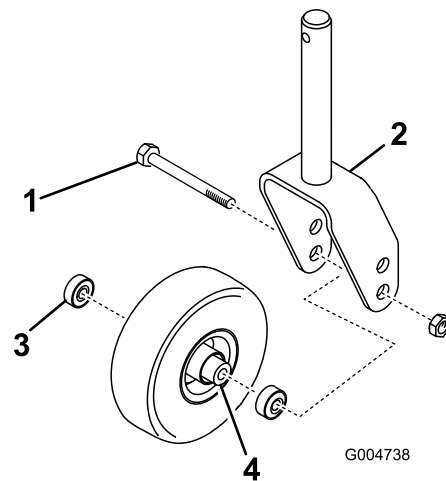
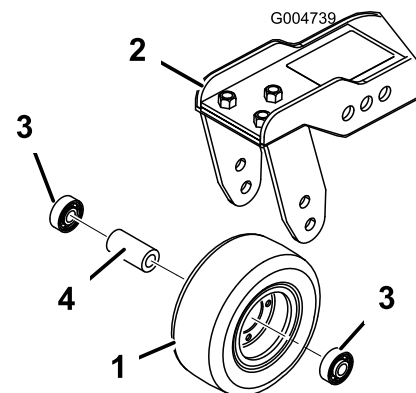

Figura 103
Figura 104
1. Retire la contratuerca del perno que sujeta el conjunto de la rueda giratoria entre la horquilla (Figura 103) o al brazo de pivote (Figura 104).
2. Retire el cojinete de la rueda y deje que se caiga el suplemento del cojinete (Figura 103 y Figura 104).